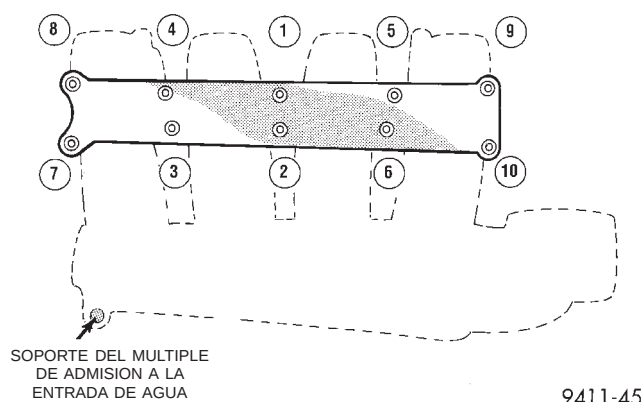

Fig. 24 Secuencia de torsión del múltiple de admisión—motor 2.0L
(12) Retire el dispositivo de fijación del soporte situado entre el múltiple de admisión y el tubo de entrada de agua (Fig. 24).
(13) Retire los conjuntos de dispositivos de fijación y arandelas del múltiple de admisión. Retire el múltiple de admisión.
(1) Instale anillos O nuevos en el múltiple de admisión. Apriete los dispositivos de fijación con una torsión de 12 N·m (105 lbs. pulg.), siguiendo la secuencia de la (Fig. 24).
(2) Retire los tapones de los orificios de los inyectores de combustible y asegúrese de que estos orificios estén limpios. Instale el conjunto de tubo distribuidor de combustible en el múltiple de admisión. Apriete los tornillos con una torsión de 23 N·m (200 lbs. pulg.).
(3) Conecte las mangueras de la ventilación positiva del cárter (PCV) y del multiplicador de freno.
(4) Inspeccione si los racores de conexión rápida están dañados y reemplácelos si es necesario. Para informarse sobre el procedimiento, consulte el grupo 14, Sistema de combustible. Lubrique el tubo con aceite de motor limpio. Conecte la manguera de alimentación de combustible en el conjunto de tubo distribuidor. Compruebe si la conexión está firme en su sitio tirando del conector.
(5) Instale el cuerpo de la mariposa del acelerador. Apriete los dispositivos de fijación con una torsión de 22 N·m (200 lbs. pulg.). Instale el soporte entre el transeje y el cuerpo de la mariposa del acelerador y apriete con una torsión de 12 N·m (105 lbs. pulg.), primero apretando en el cuerpo de la mariposa del acelerador. A continuación, apriete el soporte en el transeje.
(6) Conecte los conectores de cableado de la presión absoluta del múltiple (MAP) y el sensor de temperatura de aire de admisión.
(7) Conecte los conectores eléctricos del sensor de golpe y el relé del motor de arranque. Instale la lengüeta entre el mazo de cableado y el múltiple de admisión.
(8) Conecte los conectores de cableado del motor de control de aire de ralentí (IAC) y el sensor de posición de la mariposa del acelerador (TPS).
(9) Conecte las mangueras de vacío al cuerpo de la mariposa del acelerador.
(10) Instale los cables del acelerador y el control de velocidad en sus soportes y conéctelos a su vez a la manija de admisión. Para informarse sobre el procedimiento de instalación del cuerpo de mariposa del acelerador, consulte el grupo 14, Sistema de combustible.
(11) Cuando emplace las juntas de EGR nuevas, ensamble el tubo de EGR apretándolo ligeramente con la mano sobre la válvula y el múltiple de admisión. Primero, apriete los dispositivos de fijación del tubo en la válvula de EGR, con una torsión de 11 N·m (95 lbs. pulg.). A continuación, apriete los dispositivos laterales del múltiple de admisión con una torsión de 11 N·m (95 lbs. pulg.).